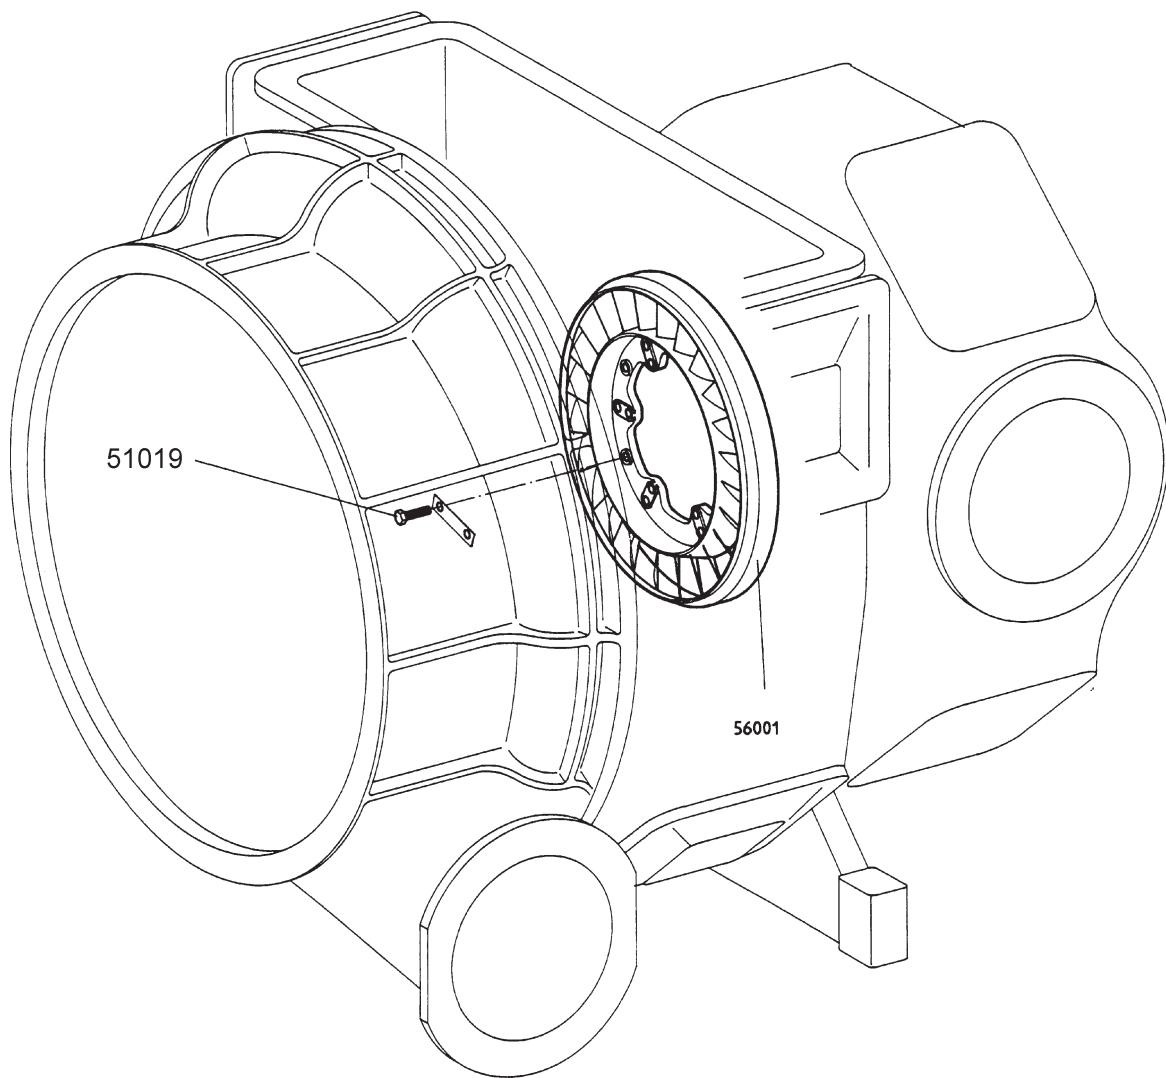

Fig. 5-18
- 6kt-Schrauben (51019) entsichern und entfernen (s. Fig. 5-18).
**Hinweis** Schrauben zum Düsenring (51019) (siehe Fig. 5-18) vor der Montage mit keramischer Paste bestreichen. Das Festfressen der 6kt-Schrauben wird dadurch verhindert.
- Unlock and remove hex.-headed screws (51019) (see fig. 5-18).
Before assembly coat the nozzle ring screws (510199) (see fig. 5-18) with ceramic paste. This prevents seizing of the hex.-headed screws.